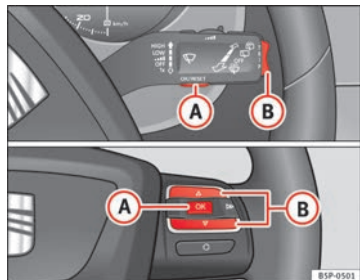

Fig. 41 Commandes à bascule A et B. Commandes au volant.
- Lorsque le contact est mis, appuyez brièvement sur la touche **A** du levier d'essuie-glace pour passer d'une mémoire à l'autre ou appuyez sur la touche **A** des commandes au volant **⇒ fig. 41**.